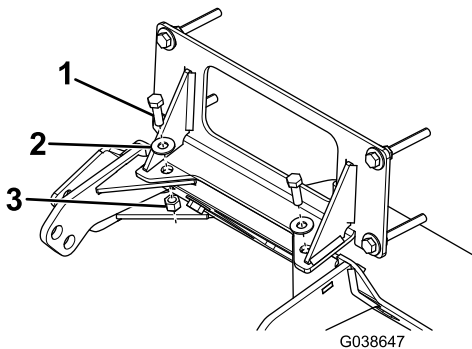

Figure 4
9. Fixez la plaque supérieure à la plaque de protection du chasse-neige à l'aide de 2 petits boulons (5/16 po) et 2 rondelles (5/16 po) serrés à la main (Figure 4).